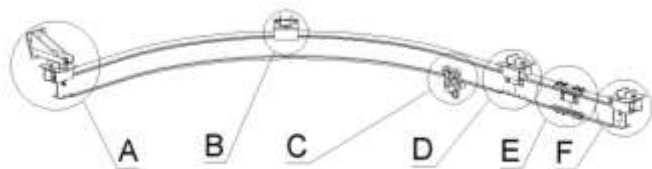

Рисунок 6.1- Общая схема монтажа
6.1 Монтаж системы на несущую конструкцию осуществляется с помощью универсальных кронштейнов vрго DL AV01 (B) или консольных кронштейнов vрго DL AV02 (A) Рис. 6.1.